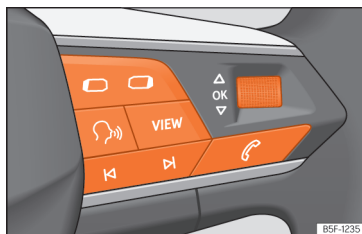

Fig. 10 Lado direito do volante multifunções: botões para utilizar os menus e as indicações informativas do painel de instrumentos (segundo versões).
Enquanto existir uma advertência com prioridade 1 »»» Página 24, não será possível aceder a nenhum menu. Algumas advertências podem ser confirmadas e ocultadas com o botão **OK** do volante multifunções »»» Fig. 10.
- Se aparecer uma mensagem ou o pictograma de um veículo, pressione o botão **OK** »»» Fig. 10; se for necessário, várias vezes.